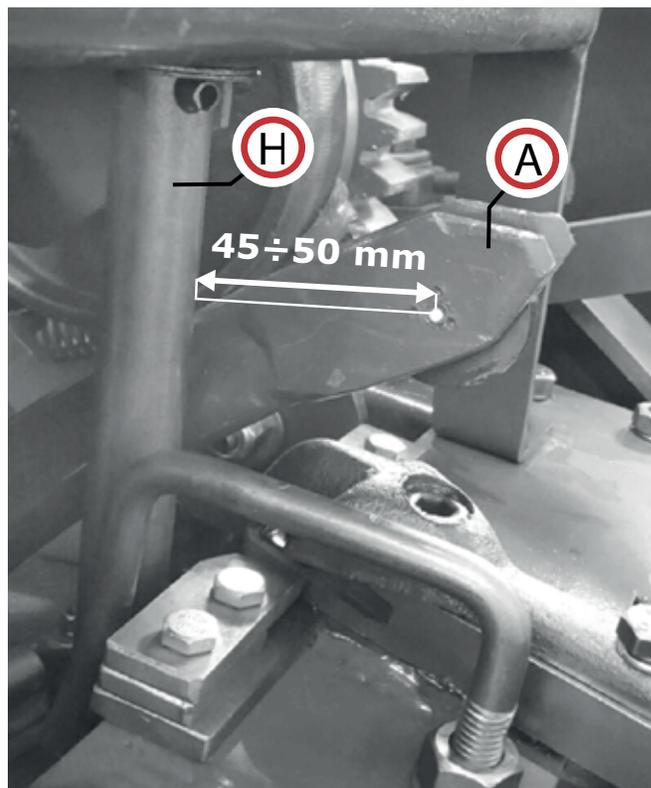

Fig.27
4. Al final del recorrido de la aguja (A) (Fig. 27), el centro de la polea debe estar a una distancia de entre 45 y 50 mm de la superficie externa de los ejes (H). Puede regularlo utilizando la horquilla de la barra de acoplamiento (I) (Fig. 15b).